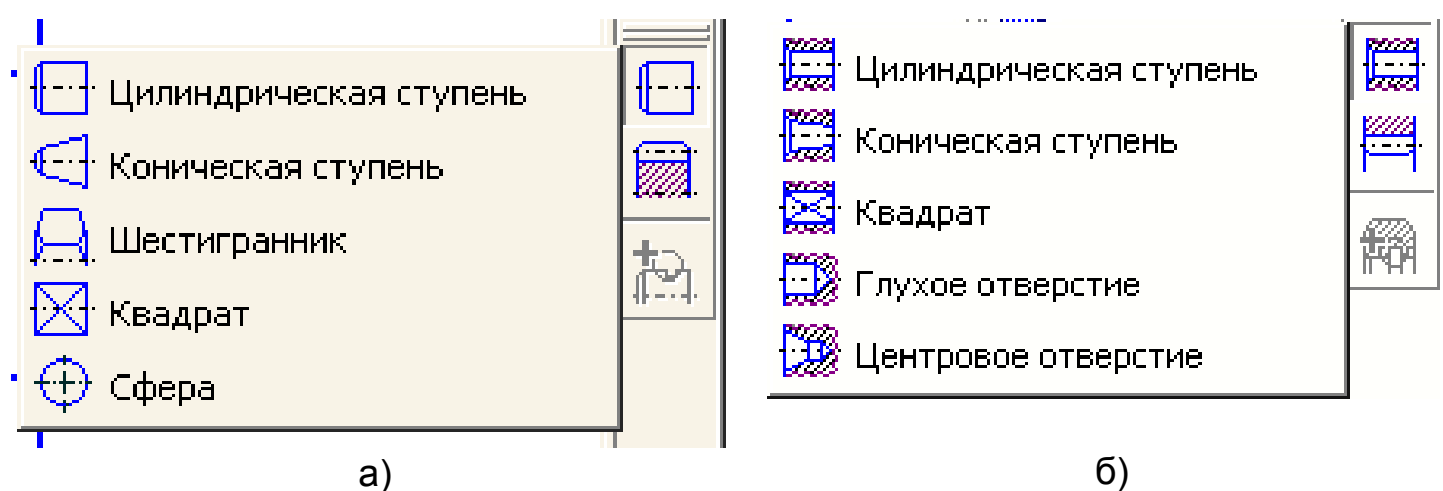
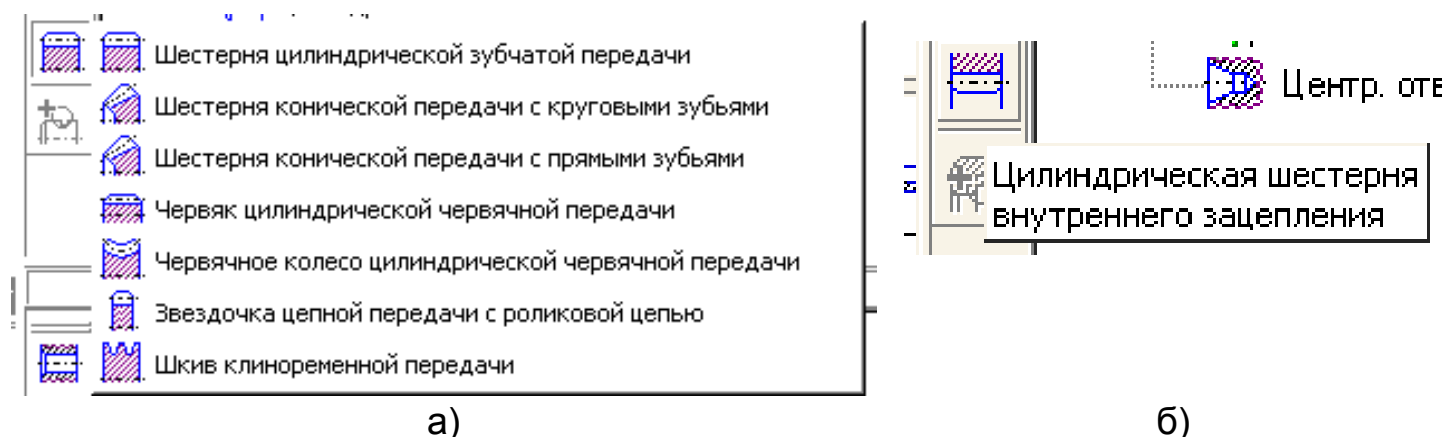

Рисунок 2.1 — Простые ступени внешнего (а) и внутреннего (б) контура
Рисунок 2.2 — Элементы механических передач внешнего (а) и внутреннего (б) контура
Контур состоит из простых ступеней (рисунок 2.1) и элементов механических передач (рисунок 2.2).
2) Нажмите на инструментальной панели кнопку "Простые ступени" (рисунок 2.1).